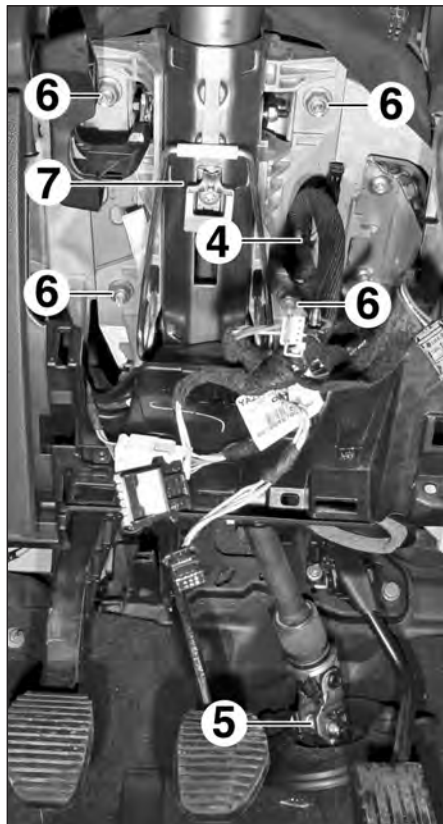

FIG.8
- le faisceau électrique (4) de la colonne de direction (Fig.8).
- le boulon (5) et retirer la colonne du boîtier de direction,
- les écrous (6) de la colonne de direction,
- la colonne de direction (7).